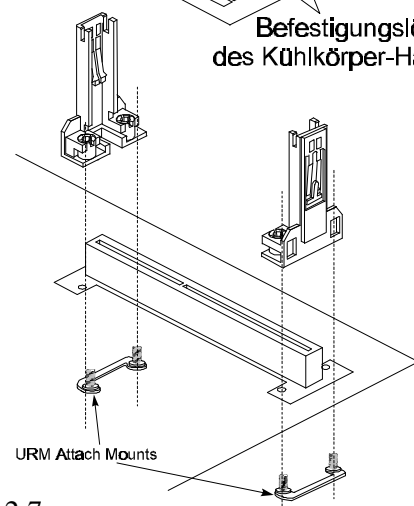

Bild 2-7
2. Die CPU-Ständer werden von der Oberseite des Mainboards an beide Seiten des Slot 1 gesetzt. Die beiden Befestigungsbügel werden von der Unterseite des Mainboards durch die Befestigungslöcher gesteckt, wie in Bild 2-7 gezeigt ist.